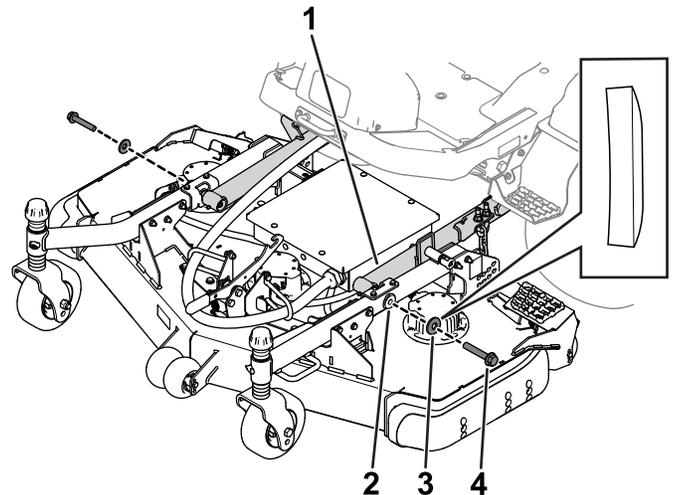

Figure 19
4. Retirez les boulons et les rondelles qui fixent les bras de levage aux bras pivotants (Figure 19).